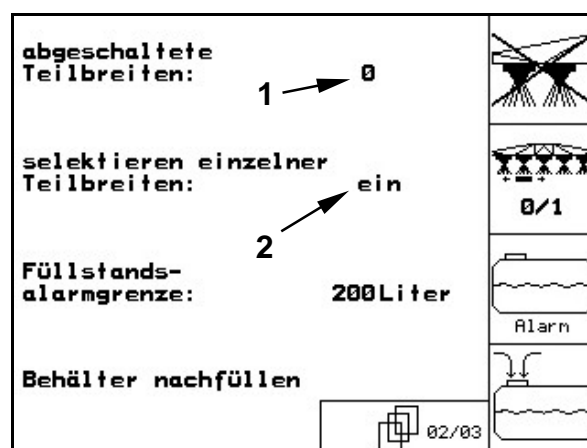

Fig. 43
5. Über das Funktionsfeld  können Sie einzelne Teilbreiten permanent ausschalten. Die angezeigte Ziffer (Fig. 43/1) informiert über die Anzahl der permanent ausgeschalteten Teilbreiten (Ziffer 0 = keine Teilbreite ausgeschaltet). Hierzu siehe Kapitel "Teilbreiten permanent ein- / ausschalten", Seite 72.
→ Im Display erscheint entweder das Wort "ein" (Fig. 43/2) (Funktion eingeschaltet) oder "aus" (Funktion ausgeschaltet).